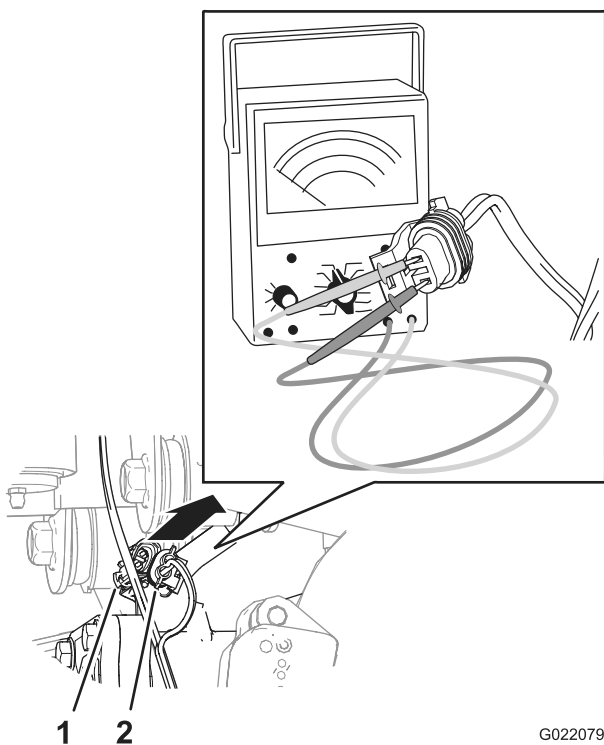

Figura 17
- A. Retire el conector hembra de 2 contactos del arnés de la máquina del conector de 2 pines del arnés del diferencial (Figura 17).
- D. Inserte los cables del voltímetro/ohmímetro en el conector hembra de 2 contactos de la máquina (Figura 17).
5. Instale el conector hembra de 2 contactos del arnés de la máquina en el conector de 2 pines del arnés del diferencial (Figura 17).